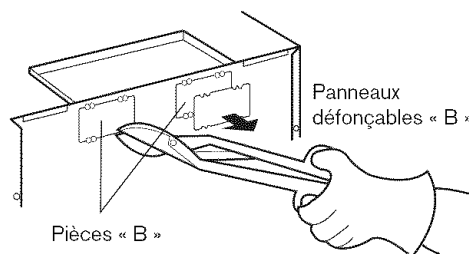

Figure 14
3. À l'aide de pinces coupantes ou de cisailles, découper et enlever les panneaux défonçables « B » de la plaque arrière et les jeter. Prendre soin de ne pas tordre la plaque. Voir la Figure 14.